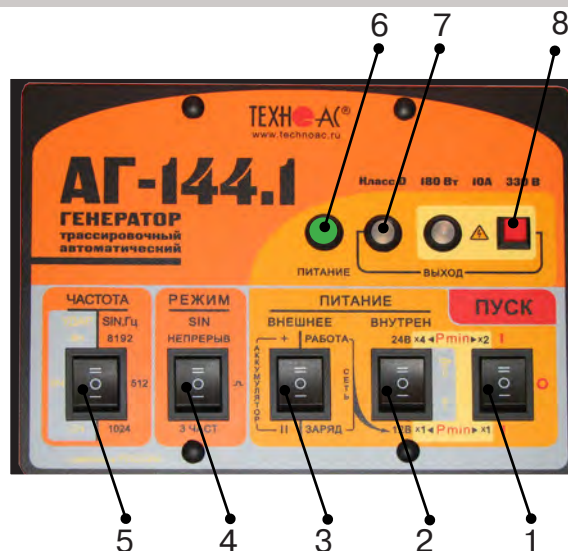

рис. 3.3
Включить питание клавишей включения питания поз.1 **рис.3.3** в одно из положений «I», в зависимости от выбираемой мощности. При свечении индикатора «Питание» поз.6 желтым цветом следует зарядить внутренние аккумуляторы, свечение зеленым цветом - можно приступать к работе.
1) Открыть крышку. Выбрать переключателем «ЧАСТОТА» поз. 5 **рис.3.3** необходимую частоту синусоидальной генерации (512 / 1024 / 8192Гц).
2) Выбрать переключателем «РЕЖИМ SIN» поз. 4 **рис.3.3** необходимый вид синусоидальной генерации (непрерыв/  /3част).
Переключатель поз.3 **рис.3.3** установить в положение «работа».
Переключателем напряжения внутреннего питания поз.2. **рис.3.3** установить первый коэффициент выбора мощности генерации.
5) Начнется генерация и автосогласование с постепенным возрастанием напряжения на выходе. Здесь следует наблюдать за цветом индикатора «ВЫХОД» поз.7 **рис.3.3**. Если автосогласование закончилось зеленым свечением – заданная мощность достигнута. Если желтым – сопротивление нагрузки слишком велико для заданной мощности при выходном напряжении ограниченном «по умолчанию» на «безопасном» уровне 24 В.
1) Выключить питание генератора клавишей включения питания поз.1 **рис.3.3**, установив ее в положение «0».